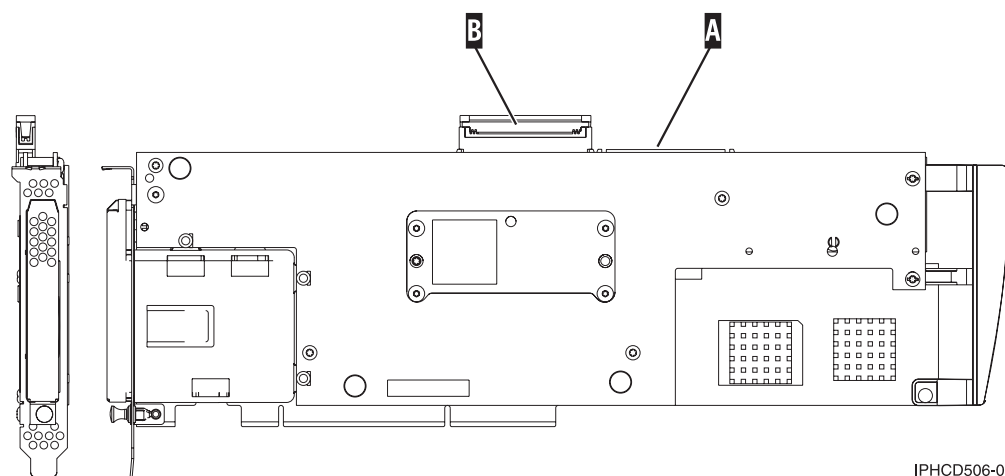

Figura 51. 5708, IOA de memòria cau d'escriptura auxiliar
2. Connecteu el cable al port SCSI A de l'adaptador de memòria cau d'escriptura auxiliar. Consulteu Figura 51 a la pàgina 176.